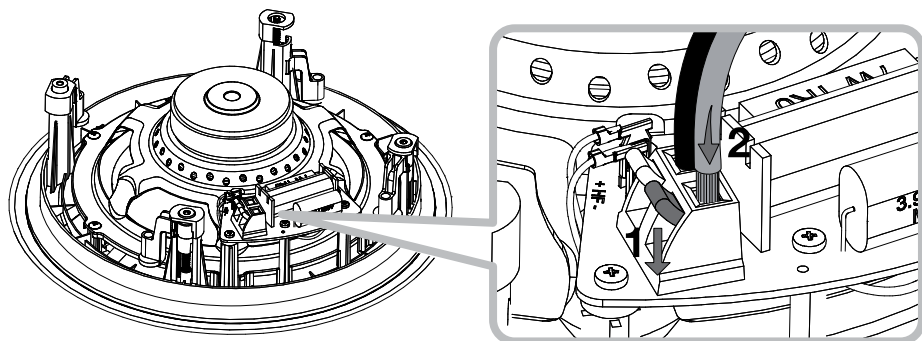

图3
**4.3** 现在请将扬声器接线连接到障板上的弹簧接线端。请确保扬声器接线的极性正确：连接到放大器正极的接线应与框架上的红色弹簧接线端连接。同样，连接到放大器负极的接线应与框架上的黑色弹簧接线端连接。图3说明了接线连接过程。